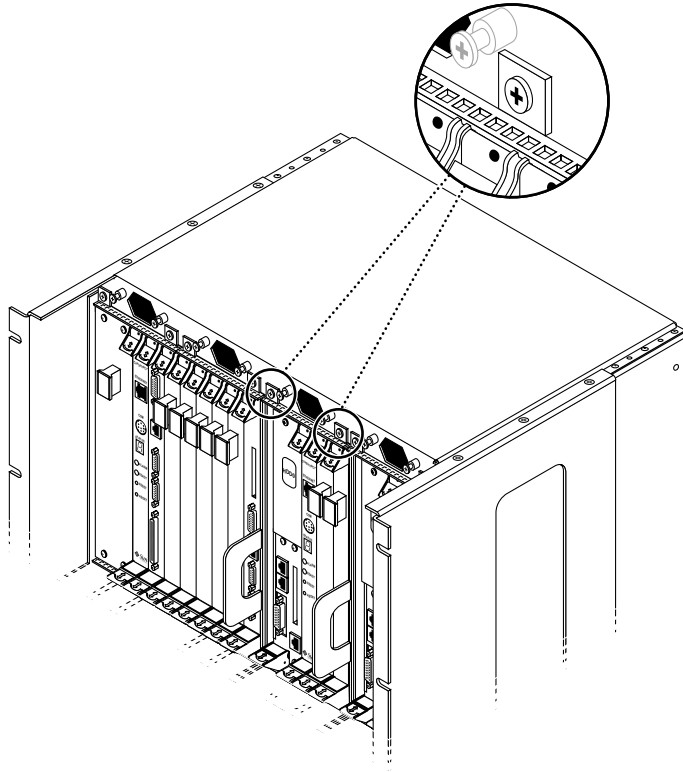

図 2-9 Netra ct 400 サーバーの最上部のねじを緩める
- Netra ct 400 サーバーを取り外す場合、サーバーの最上部にある 2 本の黒の固定ねじを緩めます (図 2-9)。